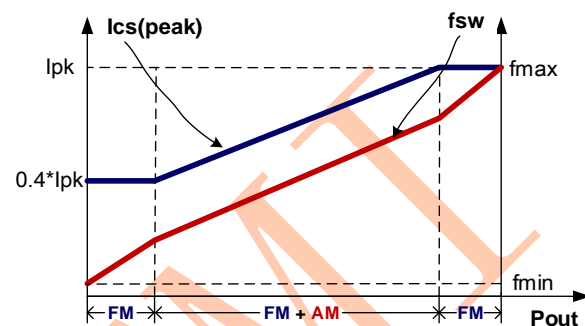

图 4
如图 4 所示，为了满足严苛的平均效率和待机功耗要求，U921X3 采用了调幅控制 (AM) 和调频控制